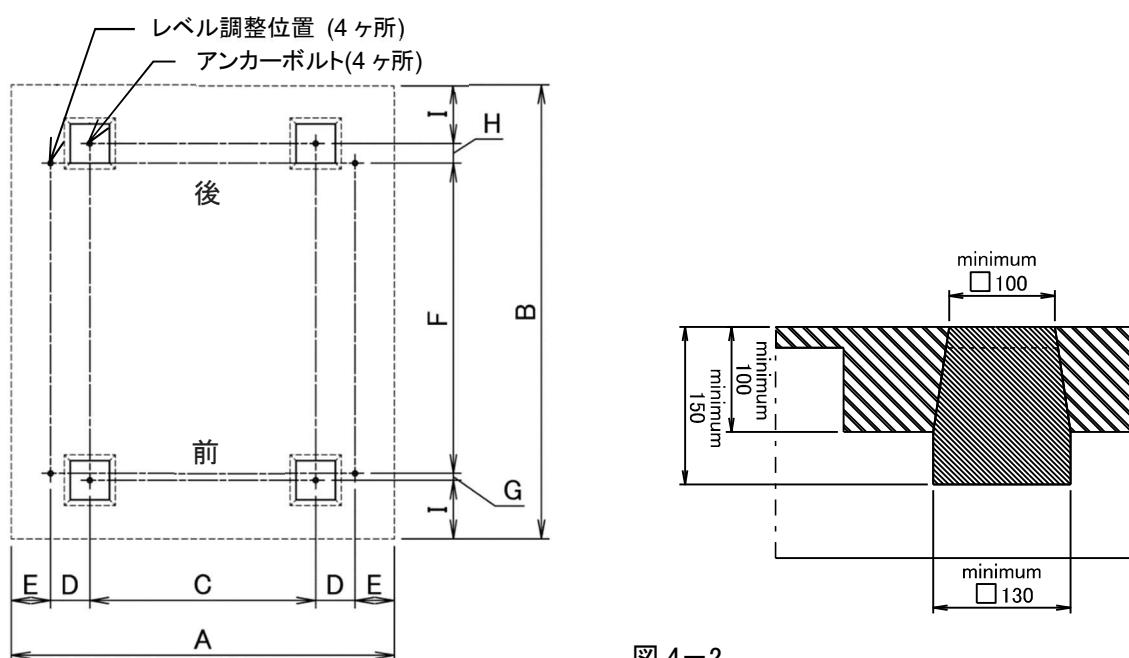

図 4-2
- 機械の据付は、床荷重に耐えられるコンクリートの水平かつ凹凸の無い床に、(図 4-2)の示す位置に、相対的に段差の無く、水平な 4ヶ所のコンクリート基礎を施工してください。
- コンクリート床自身が十分な強度、完全に平らでかつ水平、十分な厚みがあるならば(図 4-2)に示す基礎工事を省くことができます。